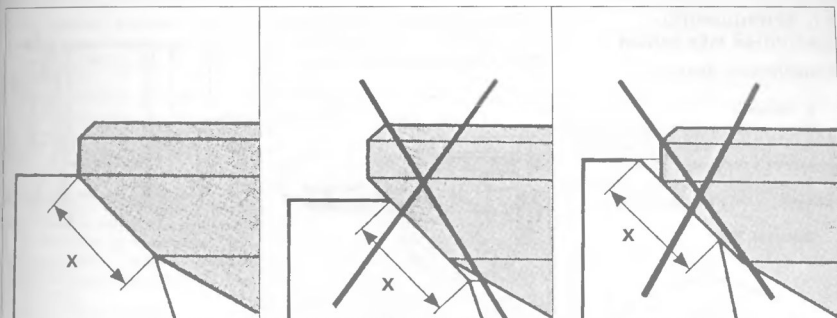

Рис. 3.47
**Внимание!** Проверьте правильность прилегания клапана к седлу (рис. 3.47).